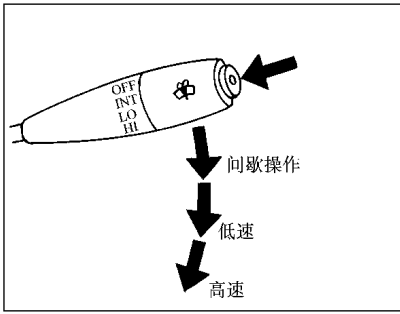

图 1-17 刮水器和洗涤器开关操作
(3) 刮水器和洗涤器开关操作，如图 1-17 所示。扳动控制杆，刮水器工作；按控制杆端的按钮，洗涤器工作。将控制杆推到“INT”位置，刮水器除雾，然后再回位。如挡风玻璃干燥，请不要使用刮水器，否则可能会刮破玻璃。如果洗涤器失效，检查洗涤器内是否有液体。